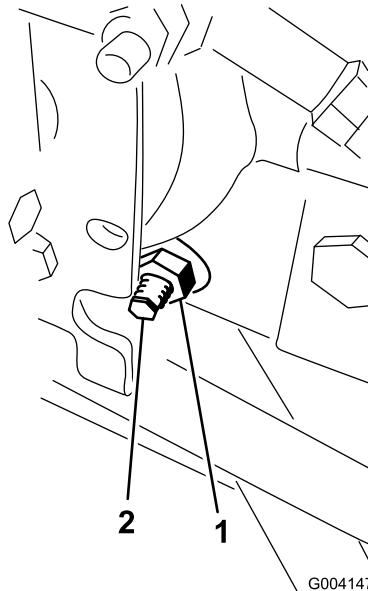

Figura 63
3. En el lado derecho del hidrostato, afloje la contratuerca de la leva de ajuste de tracción (Figura 63).